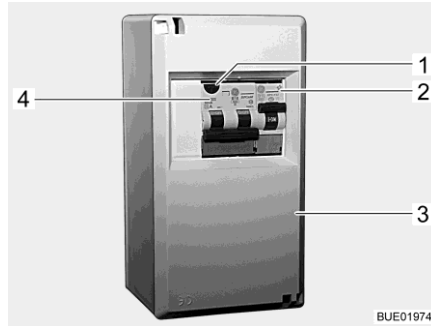
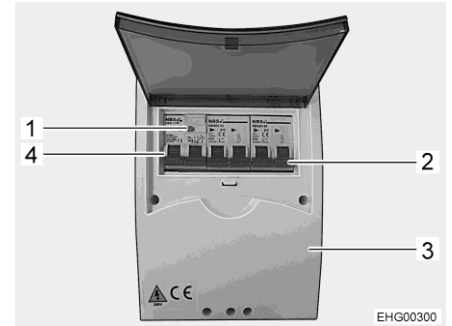

Bild 205 230 V-säkringslåda
Bild 206 230 V-säkringslåda (variant)
- Koppla från ledningsskyddsbrytarna (Bild 205,2, Bild 205,4 eller Bild 206,2, Bild 206,4) i säkringslådan (Bild 205,3 eller Bild 206,3).
- När fordonen är anslutet till 230 V-försörjningen, tryck på kontrollknappen (Bild 205,1 eller Bild 206,1) på den kombinerade jordfelsbrytaren/ledningsskyddsbrytaren (Bild 205,4 eller Bild 206,4) i säkringslådan (Bild 205,3 eller Bild 206,3). Jordfelsbrytaren måste lösa ut.